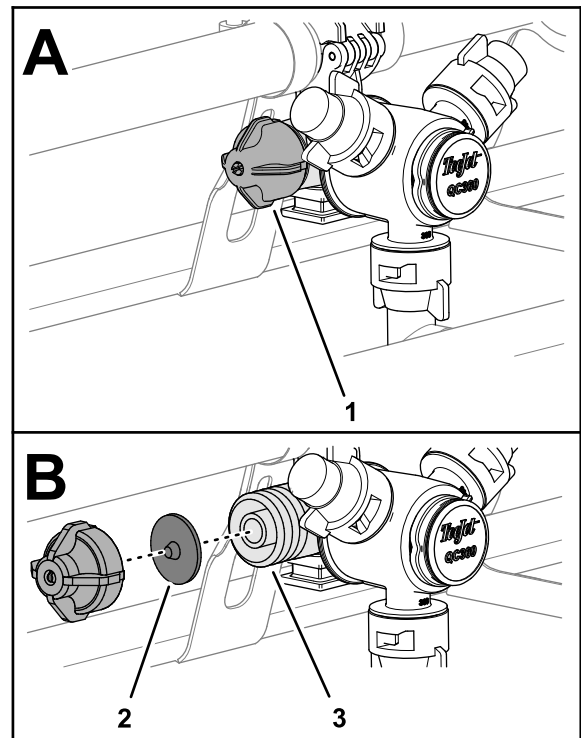

Figura 32
1. Gire la tapa del diafragma en sentido antihorario y retire la tapa del cuerpo de la boquilla (Figura 32).
2. Retire el diafragma de la válvula de retención de la tapa o del cuerpo de la boquilla (Figura 32).
3. Limpie la tapa, el diafragma y el cuerpo de la boquilla con agua limpia (Figura 32).
4. Monte el diafragma en la tapa con la punta del diafragma hacia la tapa (Figura 32).
5. Monte la tapa y el diafragma en el cuerpo de la boquilla y apriételos a mano (Figura 32).